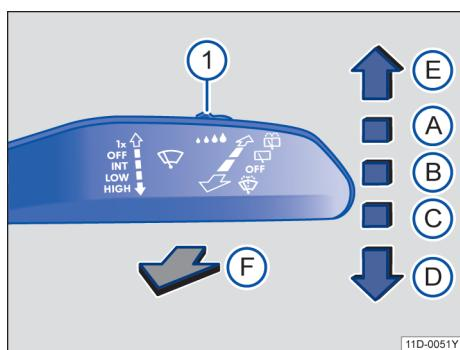

图 92 操作车窗玻璃刮水器
- (A) OFF 车窗玻璃刮水器已关闭。
- (B) INT 对车窗玻璃进行间歇刮水。
- (C) LOW 慢速刮水。
- (D) HIGH 快速刮水。
- (E) 1x 点动刮水 - 短促刮水。
- (F) 清洁 拉住操作杆时用于清洁车窗玻璃的刮水和自动清洗功能。
- (G) 后风窗刮水器间歇刮水。风窗刮水器约每 6 秒钟刮一次。
- (H) 将操作杆拨至该位置，系统立即启动清洗/刮水功能，清洗后风窗。
- (1) 使用开关→图 92(1)调节雨量传感器的灵敏度。